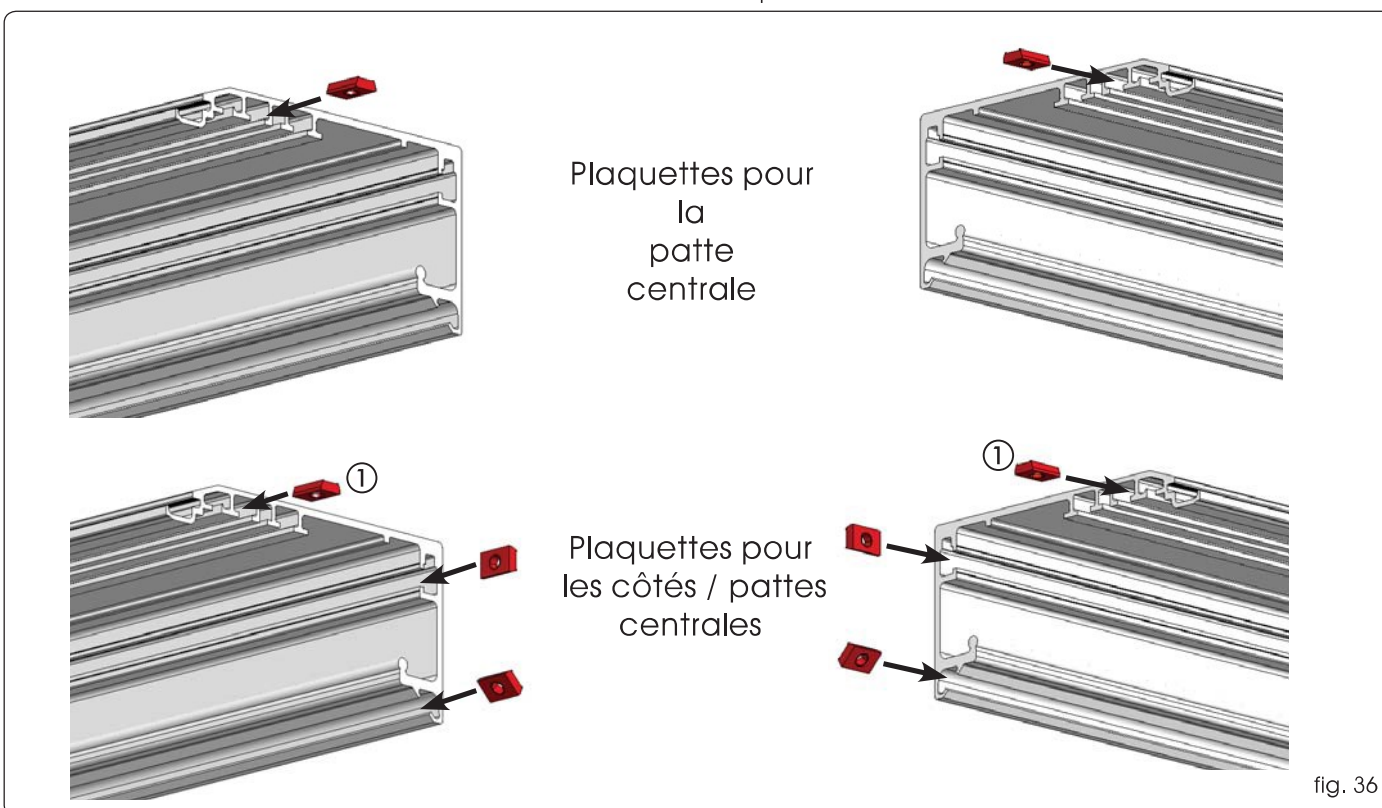

fig. 36
Pour le montage des côtés, disposer 8 plaquettes sur le profil de soutien pour le montage des côtés et de la patte centrale (pour les profils de plus de 3 mètres) (fig. 36). En introduire 4 d'un côté du profil de soutien et 4 de l'autre.
Si l'on ne souhaite pas monter les côtés, monter 3 pattes de fixation du carter, deux pattes latérales et une patte centrale (pour les profils de plus de 3 mètres), en introduisant à la place des 3 plaquettes latérales une seule plaquette, d'après la fig. 36 réf. ①.